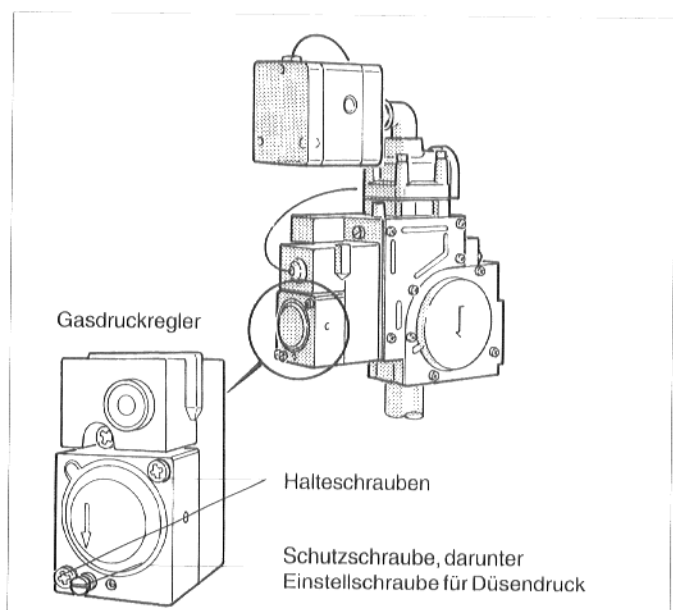

Abb.33: "Honeywell VR 4905, Gasdruckregler
- ⊛ Gasdruckregler durch Lösen der beiden Halteschrauben entfernen (Abb. 33).
Bei Umstellung von Flüssiggas auf Erdgas muß nun auch Punkt 7 des Inbetriebnahmeprotokolls, das Einstellen der Brennerleistung, durchgeführt werden. Verwenden Sie dazu die Düsendruckmethode. Die Einstellwerte entnehmen Sie bitte Tabelle 9; Einstellschraube siehe Abb. 33.